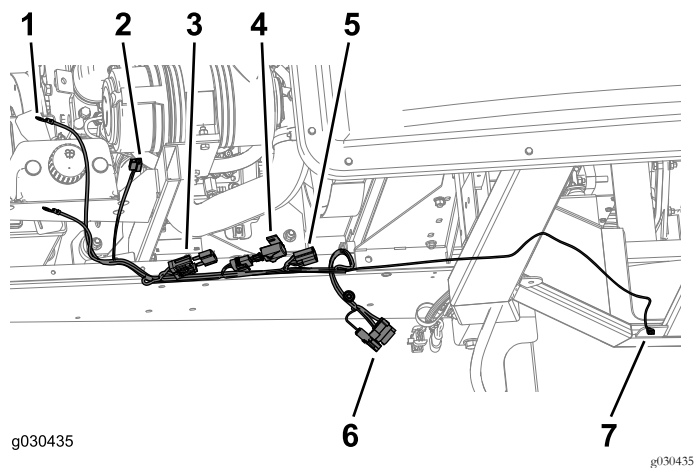

Figura 47
1. Passe a cablagem pelo lado direito da estrutura da máquina (Figura 47).